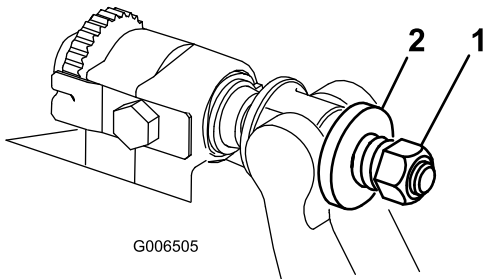

図 32
4. スプリングがつぶれるまでテンションナットを締め、そこから半回転戻す (図 32)。